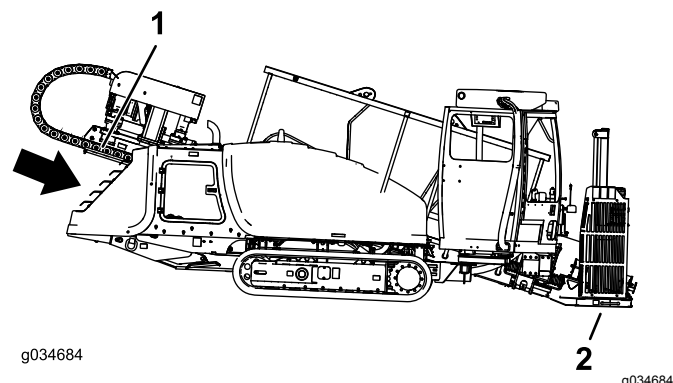

Bild 45
4. Senken Sie den Schubrahmen ab und kippen Sie den Bohrrahmen, bis die Platte den Boden berührt (Bild 45).